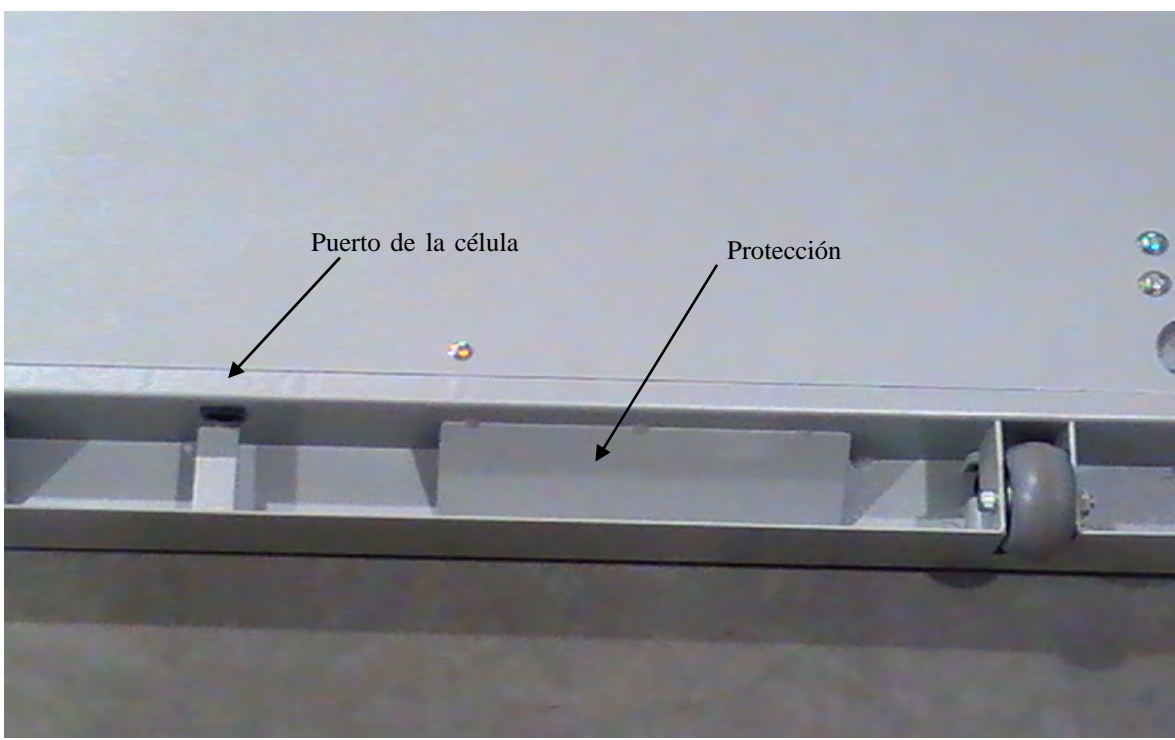

Figura 4
8. Tome el cable de la célula de carga que sale por la parte inferior de la plataforma e introdúscalo a través del metal protector. Conecte el conector de la célula de carga dentro del puerto de esta (ver la figura 4).